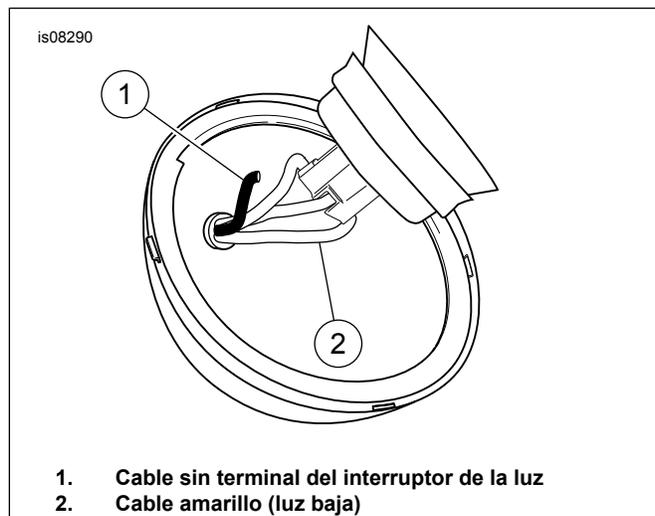

Figura 8. Empalme del cable sin terminar del interruptor con el cable amarillo (luz baja) del faro delantero
18. Vea Figura 8. Pase el cable sin terminal del interruptor (1) a través de la arandela aislante dentro de la caja del faro delantero. Empálmelo en el cable amarillo (luz baja) (2) usando el conector eléctrico Scotchlok® (artículo 14) del kit.